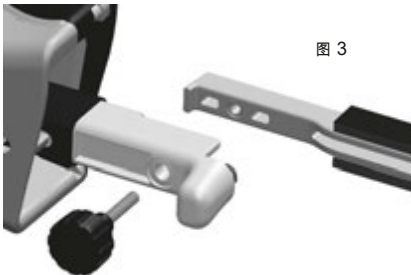

图 3
7. 取下接触臂，并更换需要的臂。确保臂末端的突起处于轨迹臂套的槽道里(请参看图3)。